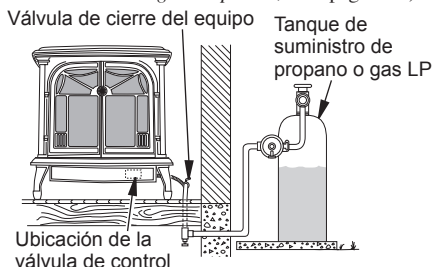
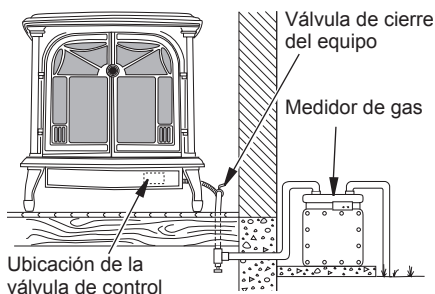

Figura 10 - Revisión de las uniones de gas en unidades de propano o gas LP
Figura 11 - Revisión de las uniones de gas en unidades de gas natural
3. Revise todas las uniones desde el medidor de gas (para gas natural) o desde el suministro de propano o gas LP a la válvula de cierre del equipo (consulte la figura 10 o la figura 11 en la página 10). Aplique líquido no corrosivo para detectar fugas en todas las uniones de gas. La formación de burbujas indicará una fuga.